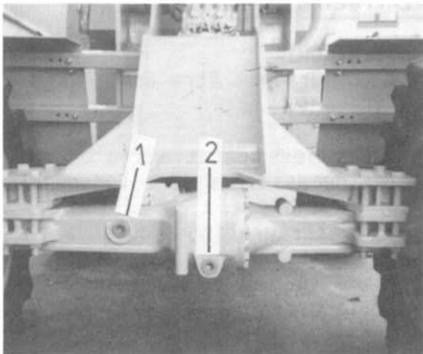

Bild 47
- (1) Aus der Achsbrücke Verschlußstopfen herausdrehen (Bild 47/1). Der Ölstand muß bis zur Verschlußstopfenbohrung reichen.
- (1) Verschlußstopfen aus dem Mittelachsgetriebe herausdrehen (Bild 47/2).
- (1) Unscrew plug out of the axle bracket (fig. 47/1). Oil level should reach the plug bore.
- (1) Unscrew plug out of axle center gear (fig. 47/2).
- (1) Dévisser le bouchon fileté d'obturation du pont (fig. 47/1). Le niveau d'huile doit atteindre le taraudage du bouchon.
- (1) Dévisser le bouchon du réducteur central (fig. 47/2).